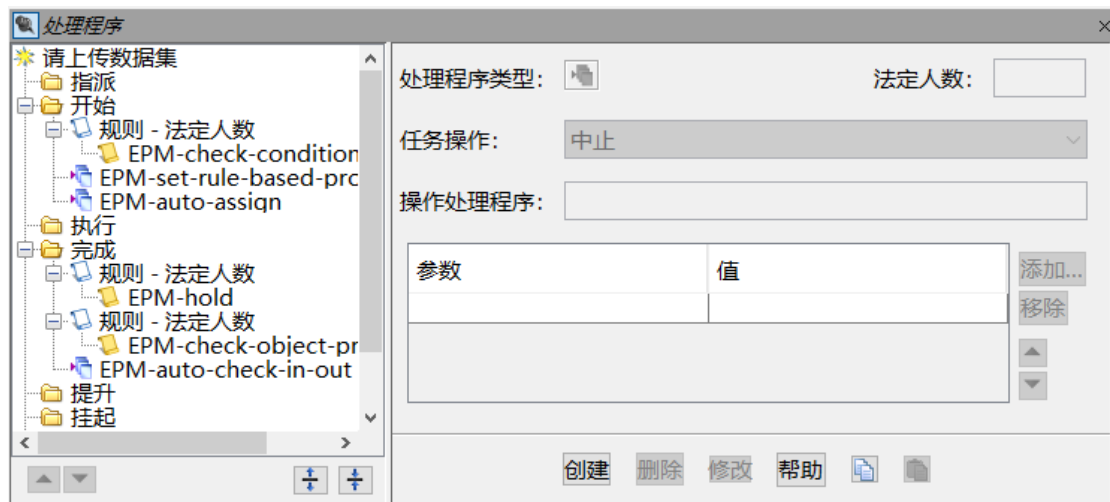

图 2
2. 选中需要修改的节点, 上传数据集节点。打开处理程序 (如图 2)。